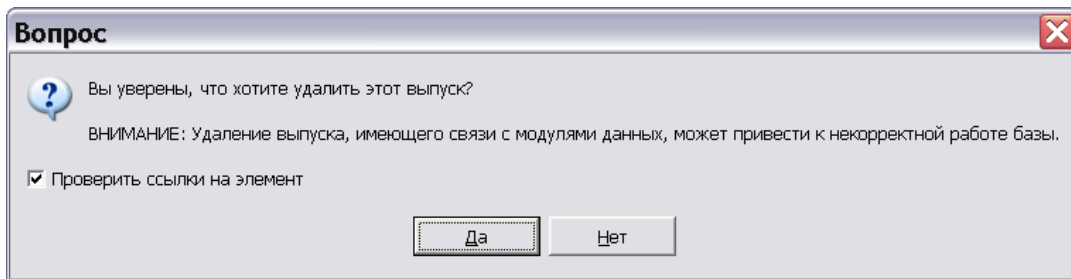

Рис. 23.15
- Нажмите на кнопку  на панели инструментов или в контекстном меню выберите команду **Удалить** (DEL). После этого появится вопрос системы (Рис. 23.15).
Будьте внимательны: нажатие на кнопку **Да** при неустановленном флаге **Проверить ссылки на элемент** (Рис. 23.15) может привести к удалению выпуска, связанного с версией МД, и, как следствие, к некорректной работе базы данных.